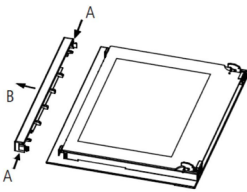

Abb. 3
1. Drücken Sie den Knopf (A) auf der linken und rechten Seite der Tür, nehmen Sie die obere Schiene heraus. (Abb. 3)